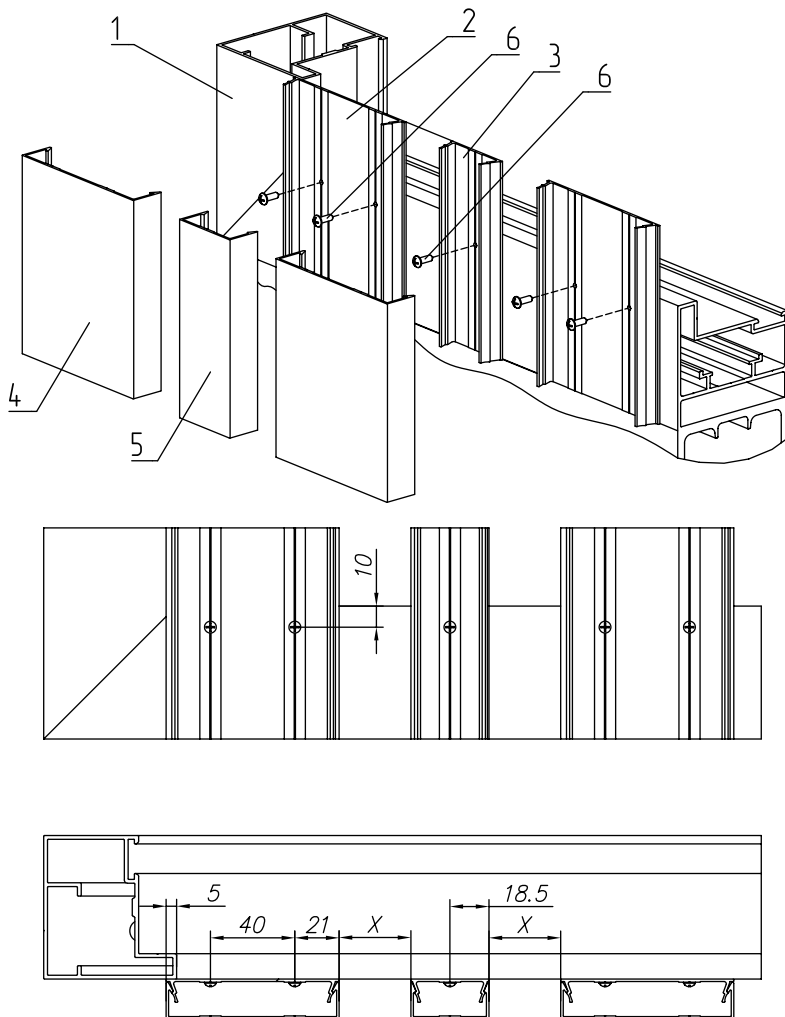

Рис. 29. Накладной тип монтажа разреженного заполнения комбинацией профилей 82 и 37 мм:
Схема монтажа разреженного заполнения комбинацией алюминиевых профилей 82 и 37 мм представлена на рис. 29. Профили устанавливаются снаружи рамы калитки со стороны улицы. Размер  $X$  определяется заказчиком и уточняется программно. По краям заполнения всегда устанавливаются профили 82 мм. Крепление профиля производится винтами самонарезающими  $3,5 \times 9,5SAX$ .
Схема монтажа шахматного заполнения алюминиевым профилем 82 мм представлена на рис. 29а. Профили устанавливаются на раму ворот снаружи (со стороны улицы) и изнутри (со стороны двора). Размер  $X$  определяется заказчиком и уточняется программно. Крепление профилей производится самосверлящими самонарезающими винтами  $3,5 \times 9,5SAX$ .
Рис. 29а. Шахматное заполнение профилями шириной 82 мм:
Схема монтажа шахматного заполнения комбинацией алюминиевых профилей 82 и 37 мм представлена на *рис. 29в*. Профили 82 мм устанавливаются на раму ворот снаружи (со стороны улицы), а профили 37 мм — изнутри (со стороны двора). Размер **X** между профилями 82 мм определяется заказчиком и уточняется программно. Крепление профилей производится самосверлящими самонарезающими винтами **3,5×9,5SAX**.
*Рис. 29в.* Шахматное заполнение профилями шириной 82 мм: